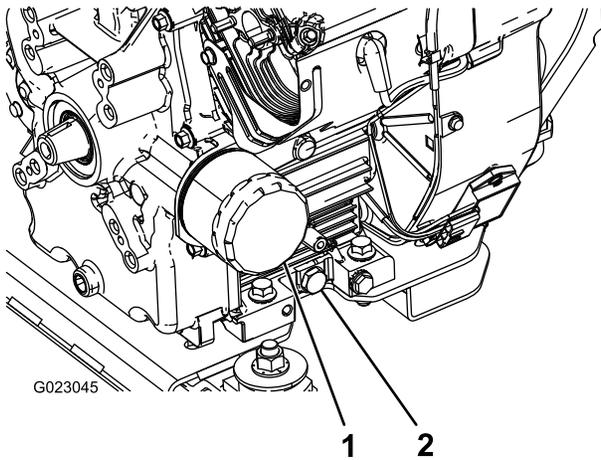

Bild 44
5. Nehmen Sie die Ablassschraube ab (Bild 44).
2. Entfernen Sie den Ölfilter (Bild 44).
5. Setzen Sie den Ersatzölfilter auf den Anbaustutzen auf. Drehen Sie den Ölfilter nach rechts, bis die Gummidichtung den Filteradapter berührt. Ziehen Sie ihn dann um eine weitere halbe Umdrehung an (Bild 44).